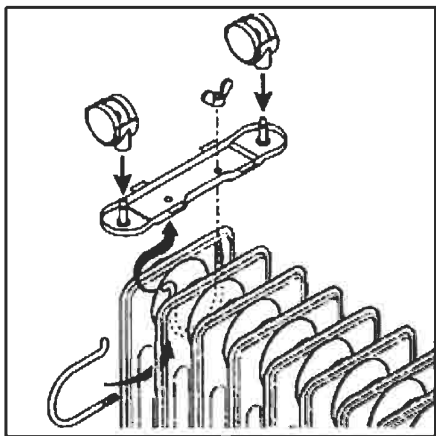

Fig. 2
- În cazul caloriferelor cu 5 până la 10 elemente, roțile se vor fixa între primul și al doilea element (respectiv între ultimul și penultimul element) (fig.2).